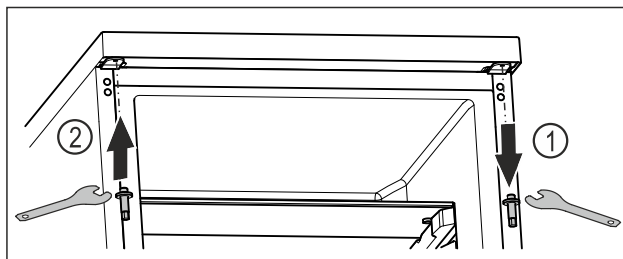

Fig. 14
- ▶ Svitare il perno superiore con una chiave esagonale. Fig. 14 (1)
- ▶ Avvitare il perno sul lato opposto con una chiave esagonale. Fig. 14 (2)